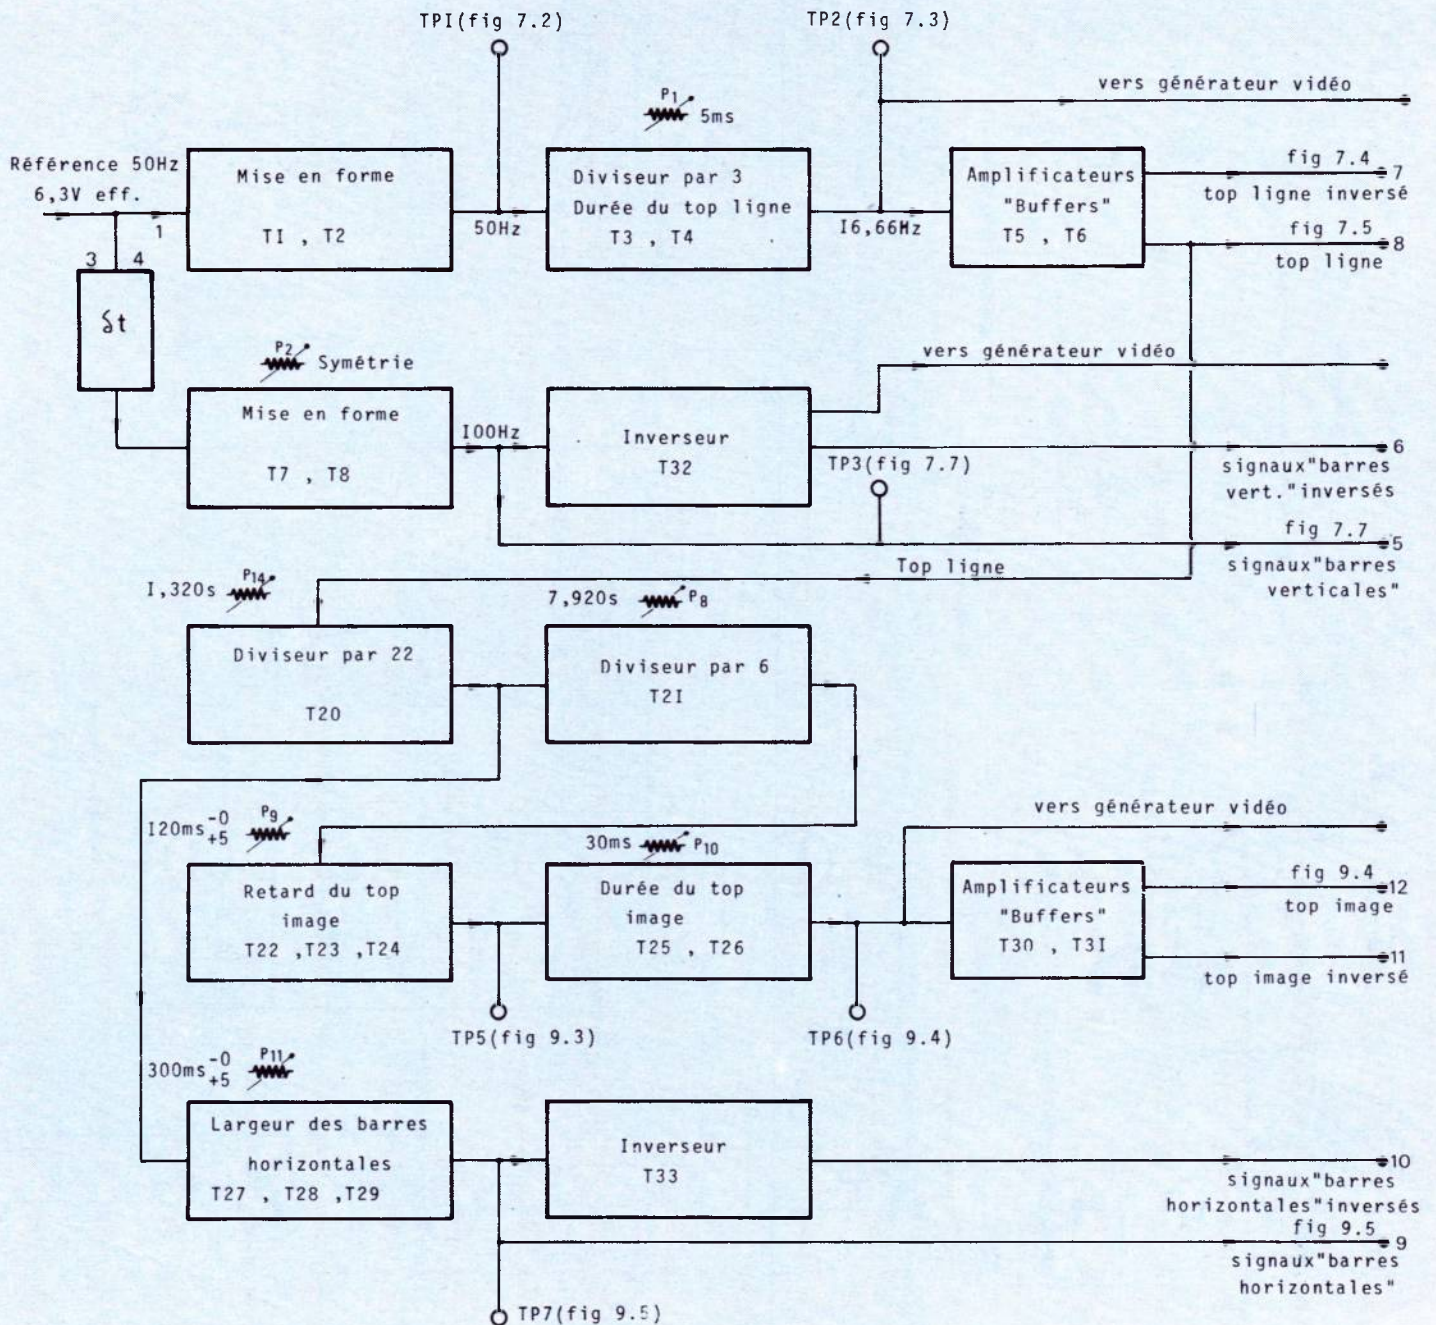

Figure 5
Le synoptique détaillé de cette partie est représenté par la **figure 5**, où figurent également les références des organes de réglage, leurs points de réglage, les références des points tests et les numéros des figures de cet article montrant l'allure des signaux à obtenir.
b) Un signal à 100 Hz symétrique est nécessaire pour la création c' barres verticales dans notre image (vc... synoptique **figure 5** et synoptique complet **figure 11**) ainsi que pour piloter le circuit qui créera en guise d'image une échelle de gris.